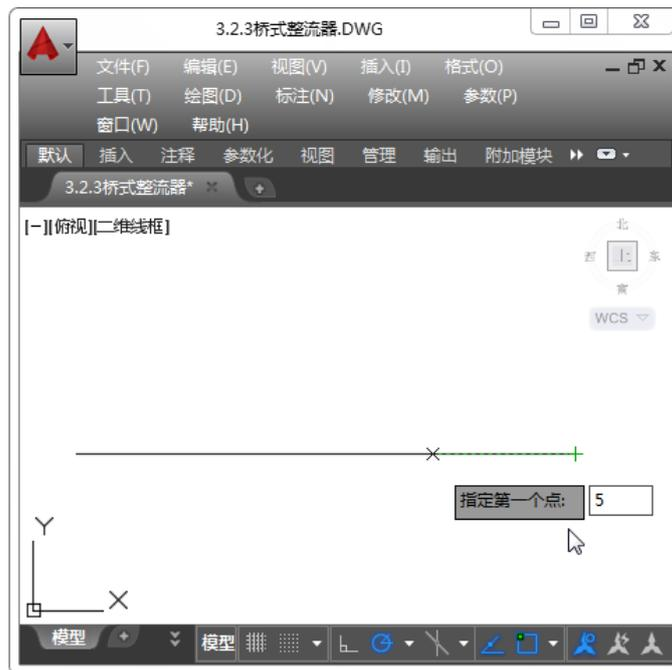

图 3-32 指定线段起点
Step03: 执行【直线】命令，以直线右端点为起点，向左移动指针，并输入 5，指定线段起点，如图 3-32 所示。